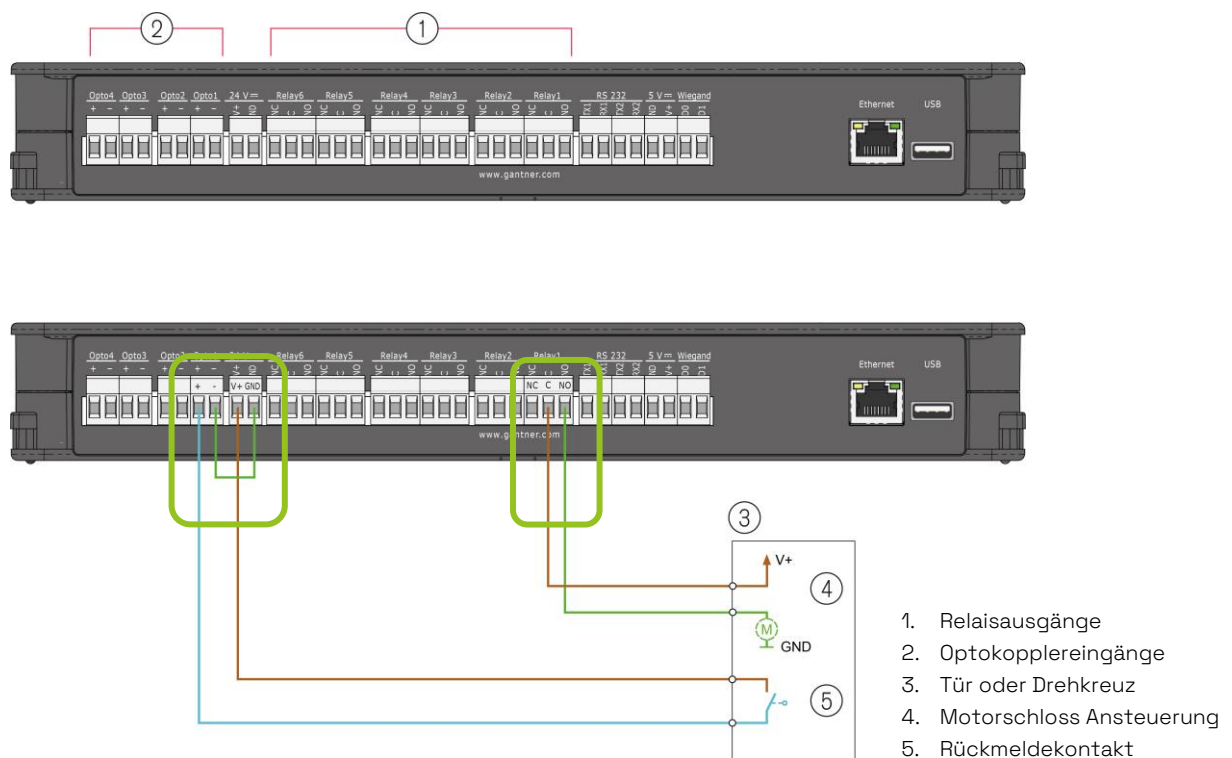

Bild 4.4 – Anschluss der Relaisausgänge und Optokopplereingänge (Beispiel)
Der GC7.3000 hat 6 potentialfreie Relaisausgänge (Nr. 1 in Bild 4.4) die zur Ausgabe von Signalen beim Auftreten bestimmter Ereignisse verwendet werden können. Der Controller hat außerdem 4 digitale Signaleingänge in Form von Optokopplern (Nr. 2 in Bild 4.4) welche z. B. zur Erfassung der Rückmeldung der Dreh Sperre verwendet werden kann. Außerdem bietet Gantner die Erweiterungsmodule GAT IO 7054 und GAT IO 7055 zur Erhöhung der Anzahl Relaisausgänge und digitalen Eingänge an.
Bild 4.4 zeigt ein Beispiel, wie ein Türschloss (3) mit eigener Spannungsversorgung am Relaisausgang angeschlossen werden kann und ein Rückmeldekontakt (4) zu Statusmeldung an einem Optokoppler-Eingang angeschlossen wird.